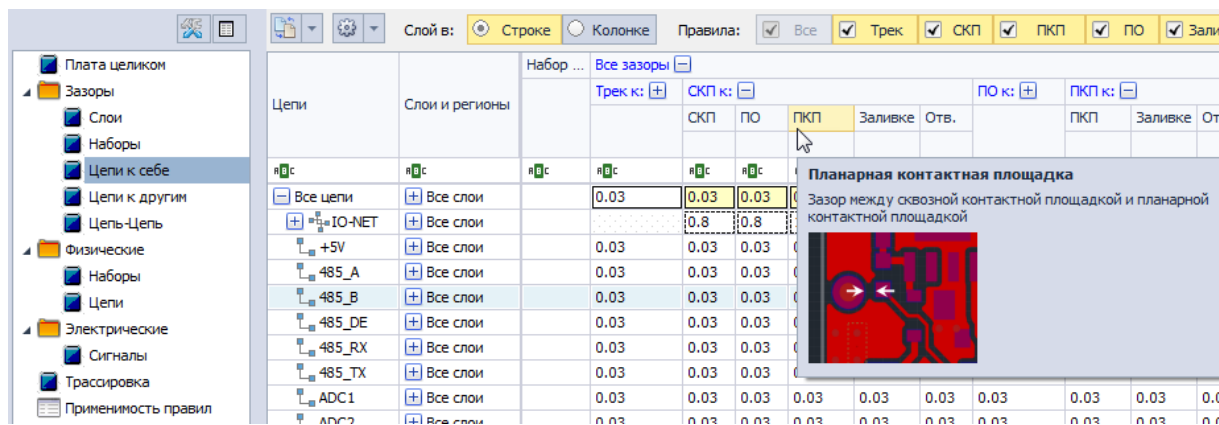

Рис. 13 Зазор между сквозной контактной площадкой и планарной контактной площадкой
- Зазор между СКП и ПКП обозначается как «СКП к ПКП», Рис. 13. Зазор определяет область вокруг сквозной контактной площадки, в которой не может присутствовать какой-либо элемент планарной контактной площадки.